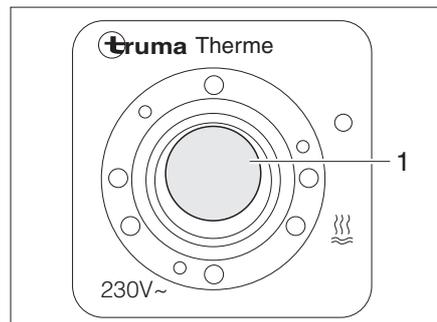

Bild 122 Bedienschalter für Therme
Mit dem Bedienschalter (Bild 122) wird die elektrische Betriebsart eingeschaltet. Die Kontroll-Leuchte (Bild 122,1) im Schalter muss leuchten.
- Bedienschalter (Bild 122) einschalten. Kontroll-Leuchte (Bild 122,1) im Schalter leuchtet.
- Bedienschalte (Bild 122) ausschalten. Kontroll-Leuchte (Bild 122,1) im Schalter erlischt.
- Bedienschalte (Bild 122) ausschalten. Kontroll-Leuchte (Bild 122,1) im Schalter leuchtet nicht.